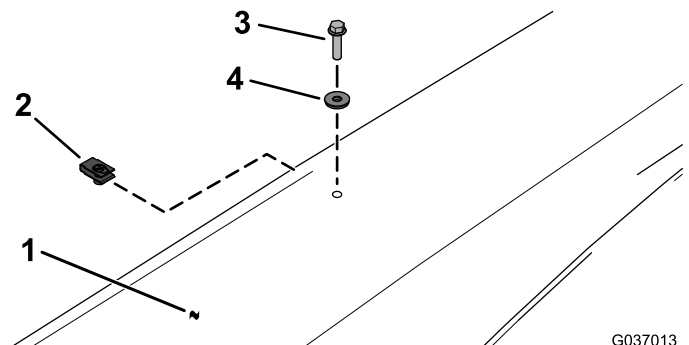

Bild 14
16. Befestigen Sie das Sonnendach mit zwei Clips, zwei Dichtungsscheiben und zwei Sechskantschrauben mit Flansch (1/4" x 1") an den Dachstützhalterungen, wie in **Bild 14** dargestellt.